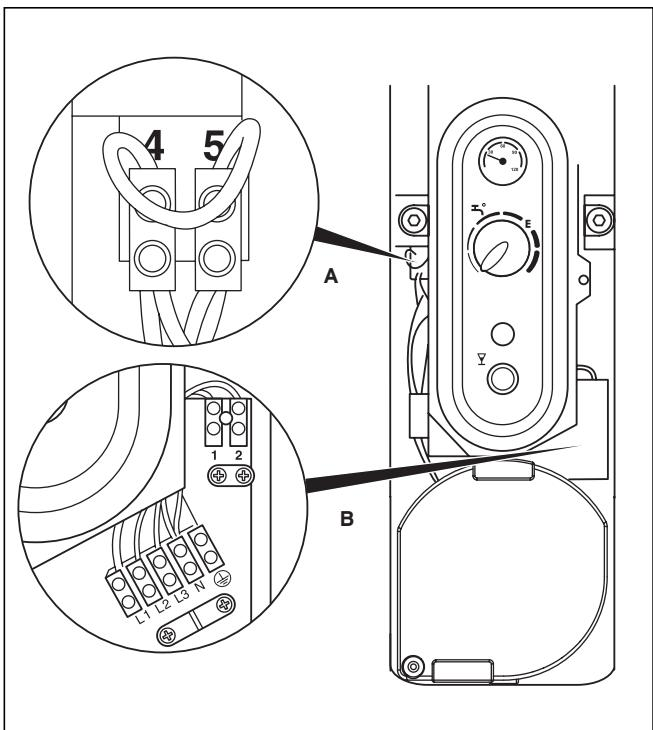

Fig. 8.5 Cassetta dei collegamenti
- Collocare il cavo nel dispositivo di scarico della trazione aperto (**B**, vedere fig. 8.5).